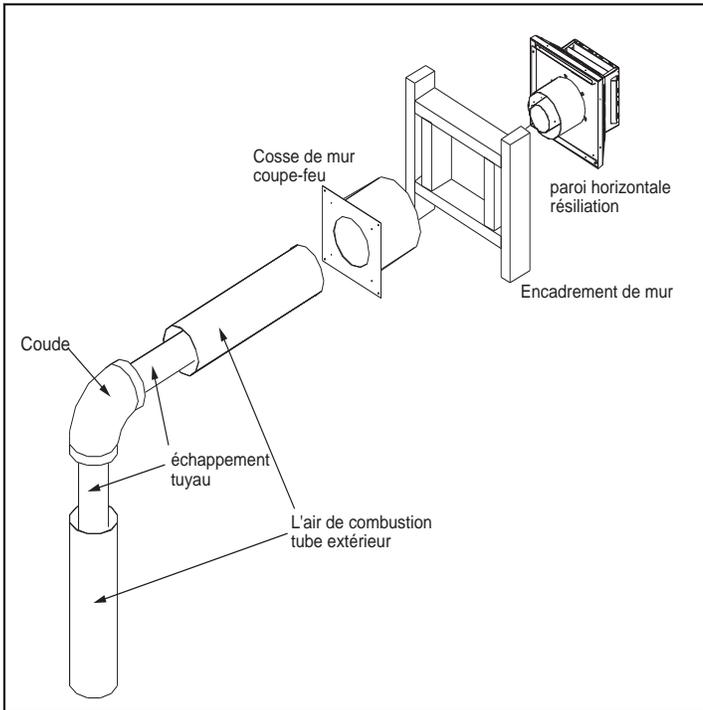
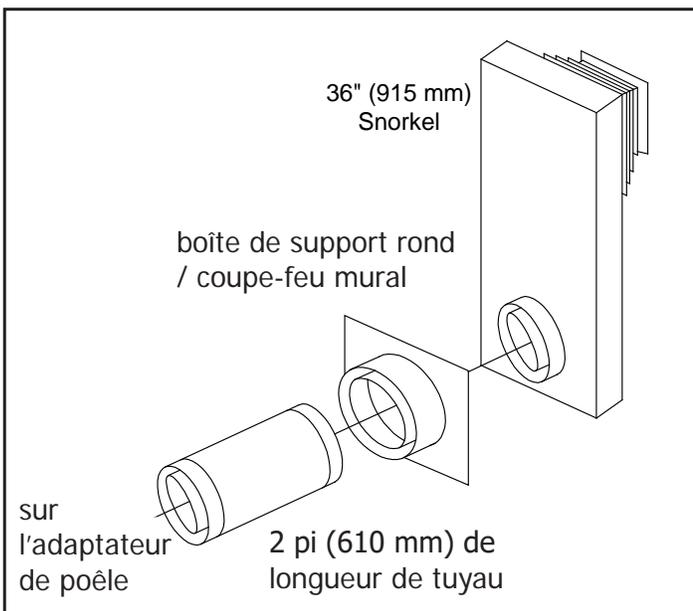

Figure 24: installation horizontale commune
Figure 26: l'installation snorkel commune
Il ya trois (3) types d'installations direct du système de ventilation. Les trois (3) types d'installations sont présentées dans les Figure 24 à Figure 26.